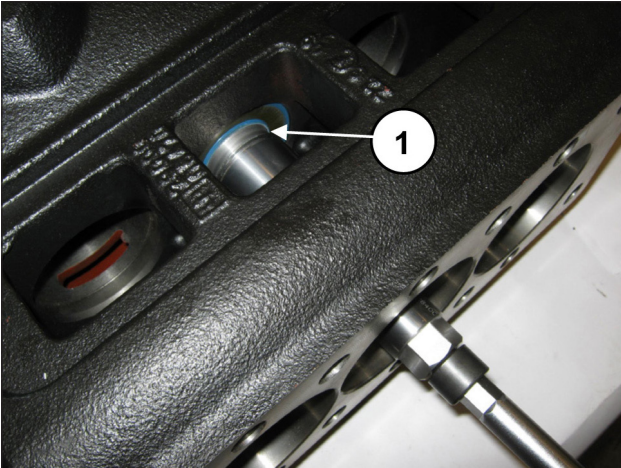
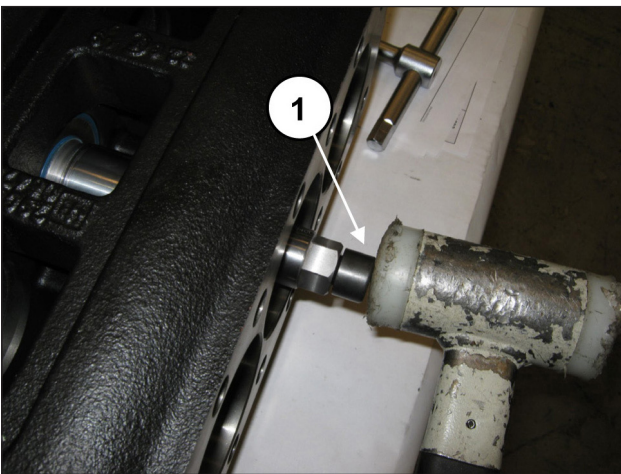

Abb. 34
Abb. 35
Setzen Sie das Werkzeug zwischen Schaft und Lippe des Ölabbstreifings ein (Pos. ①, Abb. 34) und treiben Sie mit dem Schlagwerk den konischen Teil in den Ölabbstreifring (Pos. ①, Abb. 35).